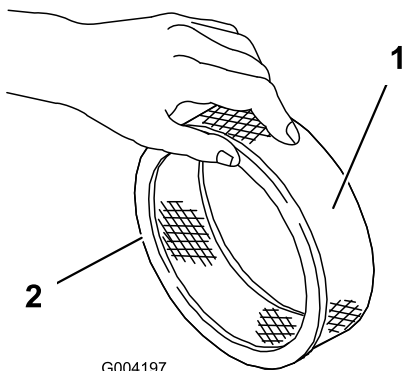

图43
5. 检查纸质过滤器是否存在破裂、油性薄膜和橡胶封条损坏 (图43)。
- 小心将泡沫预过滤器滑到纸质过滤器上 图43。